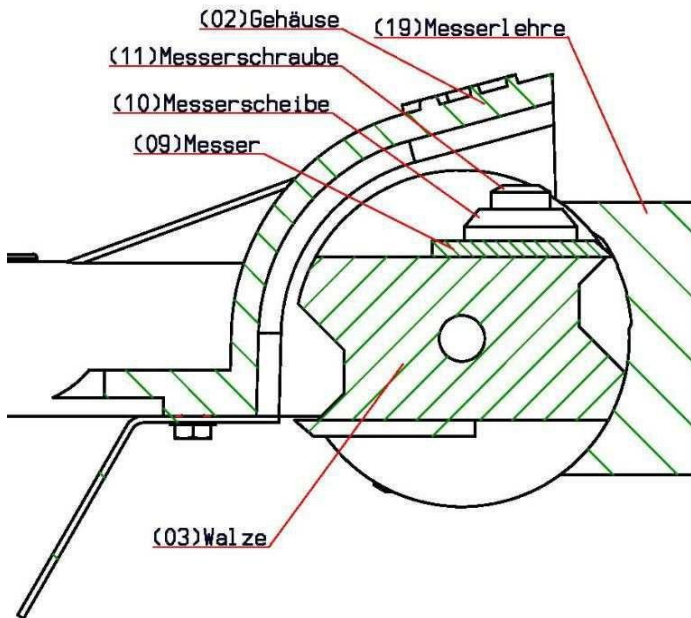
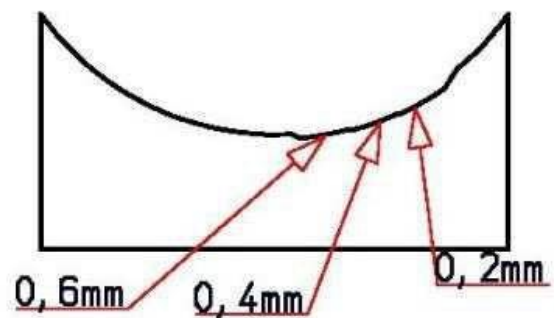

Bild 2
Bild 3
Dann legt man die Messerlehre (19) auf die Walze (03) auf, so dass sie auf den beiden Auflageflächen der Walze (03) oben und unten aufliegt (s. Bild 2).
Schieben sie das Messer (09) bis zur gewünschten Einstellhöhe (0,2mm; 0,4mm; 0,6mm) ran (s. Bild 2 und Bild 3)